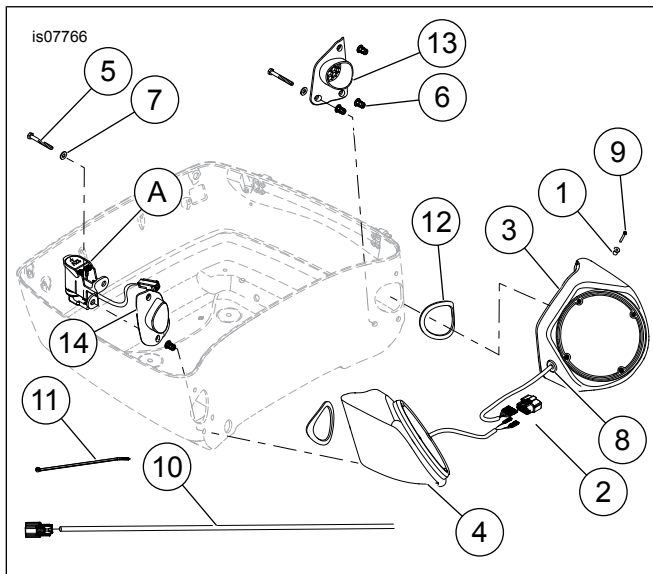

Figure 3. Pièces de rechange : Kit d'enceinte de haut-parleur
Voir Figure 3 et Tableau 1.
9. Voir Figure 3. Installer six écrous de connecteur (6) dans les enceintes de haut-parleur.
10. Installer les joints (12) sur les enceintes de haut-parleur et introduire les supports (13, 14).